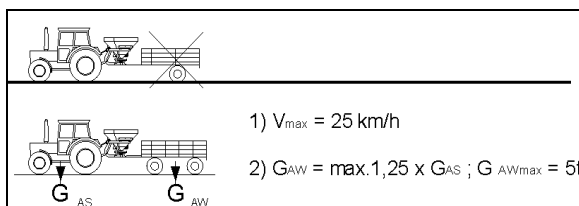

Fig. 46
6. Monter de faste ruller (Fig. 46/1) i bag,
- o og foretag sikring med fjederstik (Fig. 46/2) i den midterste frigøringsboring,
Når de faste ruller monteres, skal du sikre, at boltene (Fig. 46/3) går gennem boringen i rammen og dermed holder rullerne i længderetningen.